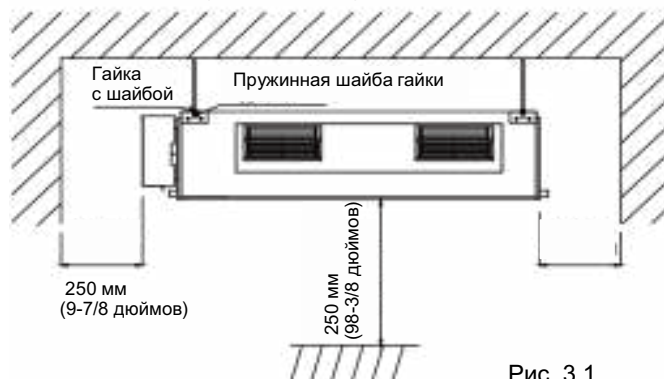

Рис. 3.1
- (1). Устанавливайте блок на надежной опоре, способной выдержать вес блока.
- (2). Входы/выходы внутреннего блока не должны загромождаваться посторонними предметами либо подвергаться воздействию наружного воздуха .
- (3). Убедитесь, что монтаж внутреннего блока осуществляется в полном соответствии с монтажными схемами с учетом всех рекомендованных монтажных расстояний (См. Рис. 3.1.)